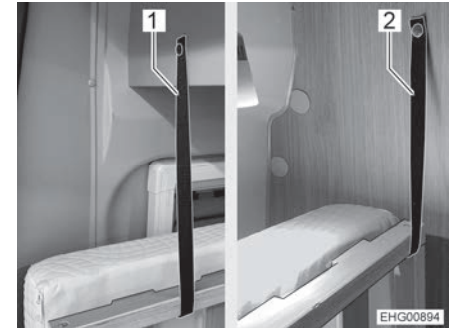

Fig. 71 Sangles de retenue lit gauche
- Sécuriser le sommier avec une sangle de retenue (Fig. 71,1 et 2) à chacune de ses deux extrémités.